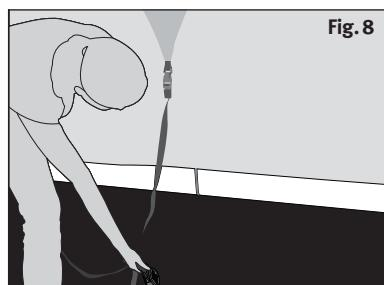

Fig. 8
b) Lance el lastre debajo de la autocaravana hacia el lado opuesto (Fig. 8).